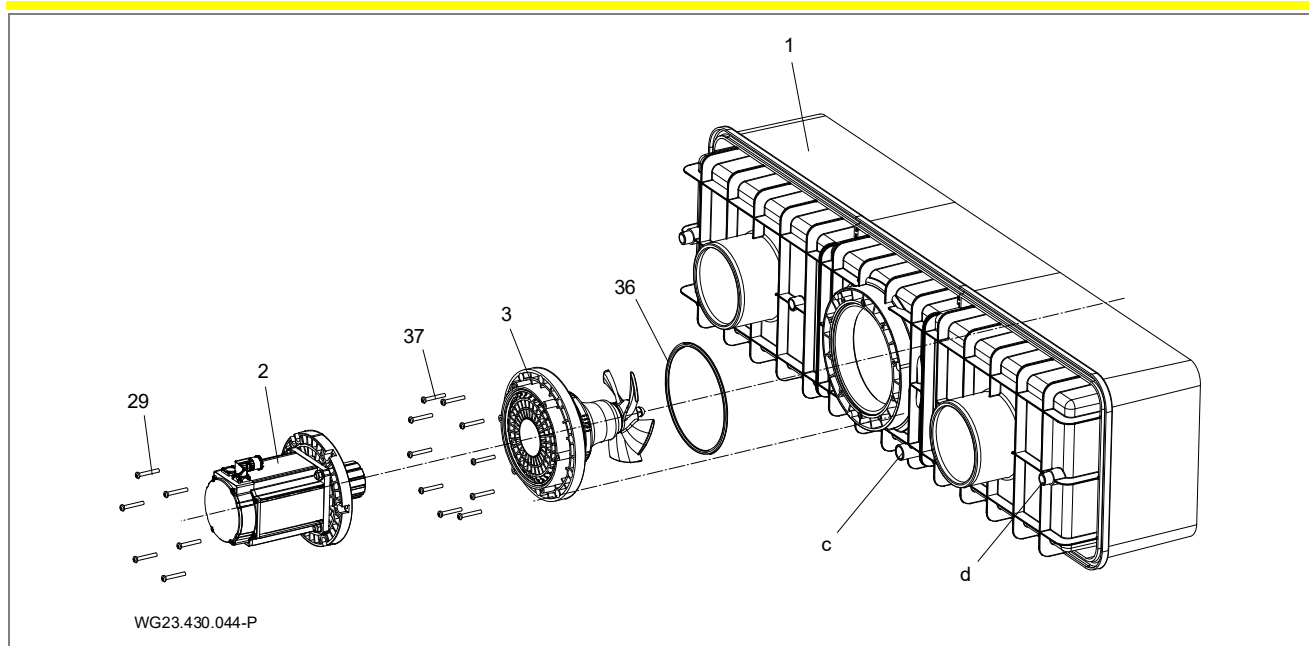

Fig. 16
1. Avfett tilkoblingsstussen (d, se "Fig. 16" side 22) på plasthuset (1) og tilkoblingsbøssingen på kabelbeskyttelsesslangen (12) med PVC-U/ABS-rengjøringsmiddel.